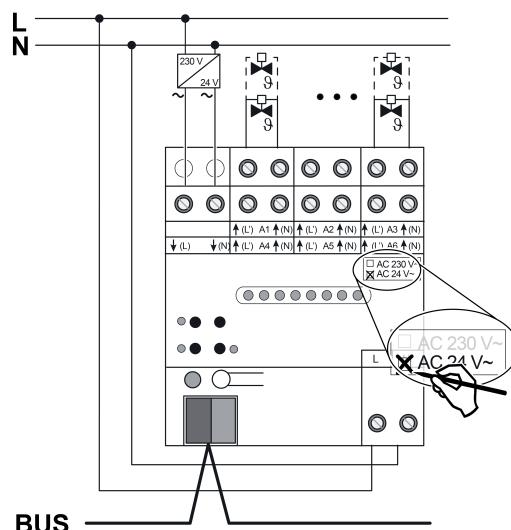

Bild 4: Anschluss Stellantriebe 24 V
- Stellantriebe AC 24 V gemäß Anschlussplan (Bild 4) anschließen.
- Versorgung für Stellantriebe an Klemmen ↓(L) und ↓(N) (1) anschließen.
- Netzspannung an Klemmen (5) anschließen.